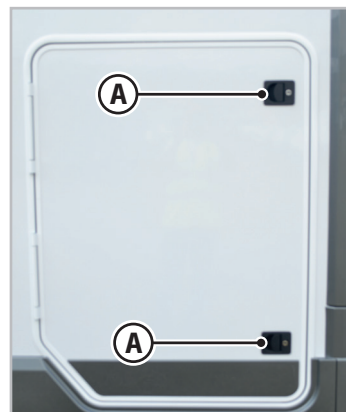

Fig. 5.3 - Garagerummets låse
- Kontroller, at du har lukket garagerummet og låst alle de tilstedeværende låse (A -Fig.5.3), før du starter kørslen. Den enkle tryklukning af lågen er ikke nok til at blokere den.
Garagerummet er udstyret med en eller to låse (A - Fig. 5.3).